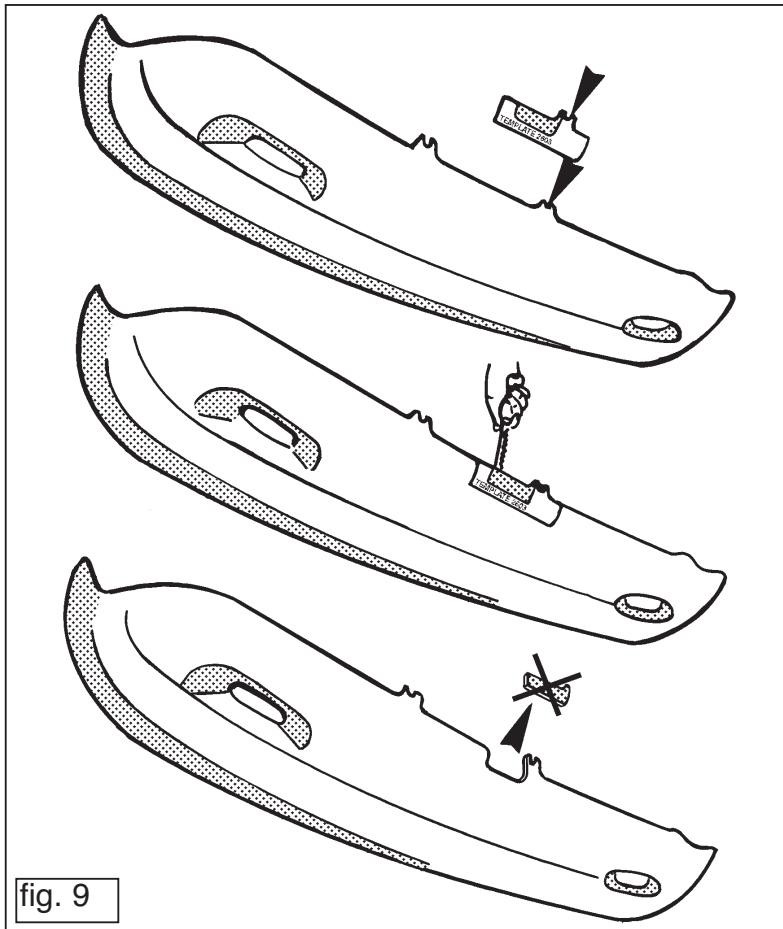

fig. 9
4. Monter kuglen på anhængertrækket med to bolte M12x70/26,2, inklusiv planskiver og selvlåsande møtrikker. Spænd alle bolte og møtrikker ifølge tabellen. Anbring skabelonen 2703 på undersiden af kofangeren ifølge fig.9. Sav det markerede stykke ud af kofangeren. Sæt kofangeren på plads igen ifølge punkt 1.
4. Kulę haka holowniczego skręcić za pomocą dwóch śrub M12x70/26.2 wraz z podkładkami płaskimi i nakrętkami samo kontrującymi. Wszystkie połączenia skręcone dokręcić z odpowiednim momentem obrotowym podanym poniżej w tabeli. Szablon 2703 odpowiadający rys.9 przyłożyć od spodu zderzaka. Zaznaczony element wyciąć. Zderzak ponownie zamontować.